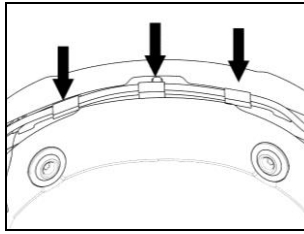

Abb. 19
- Bringen Sie das Verkabelungssystem und die Antenne im hinteren Teil des Helms unter (Abb. 19).